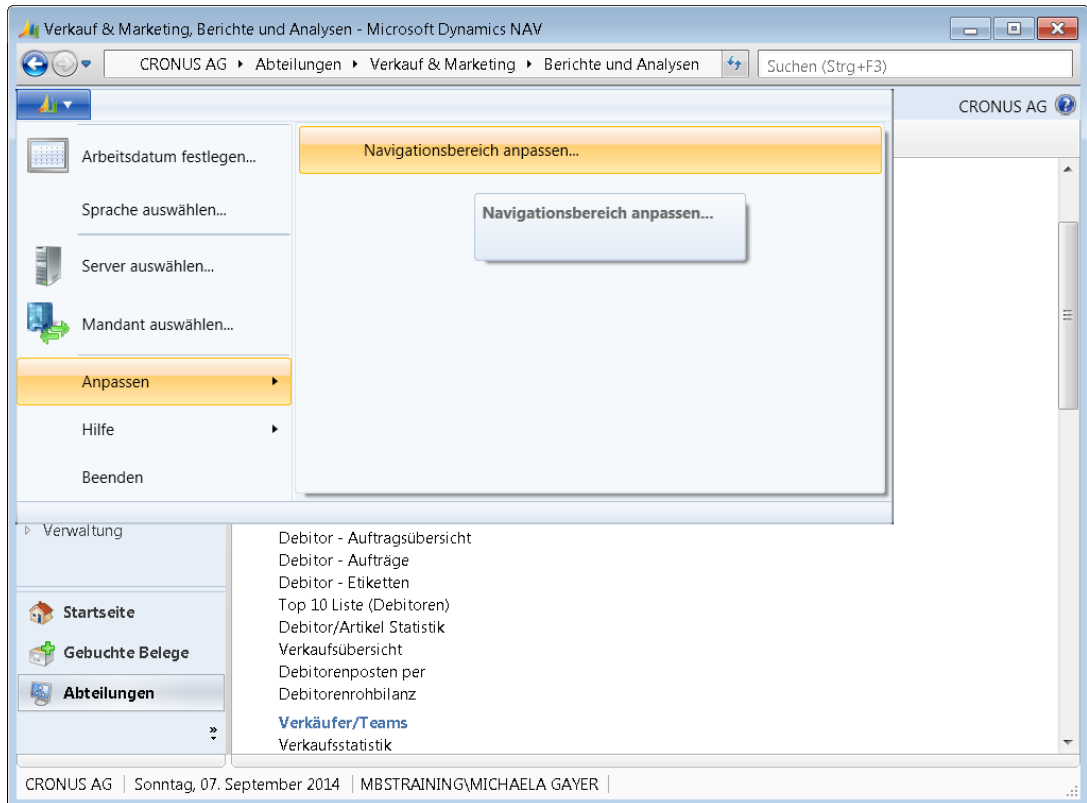

Abbildung 2.15 Aufruf zum Anpassen des Navigationsbereichs
1. Wählen Sie auf der Registerkarte  den Befehl *Anpassen/Navigationsbereich anpassen*, um das Dialogfeld zur Verwaltung des Navigationsbereichs zu öffnen (siehe Abbildung 2.15).